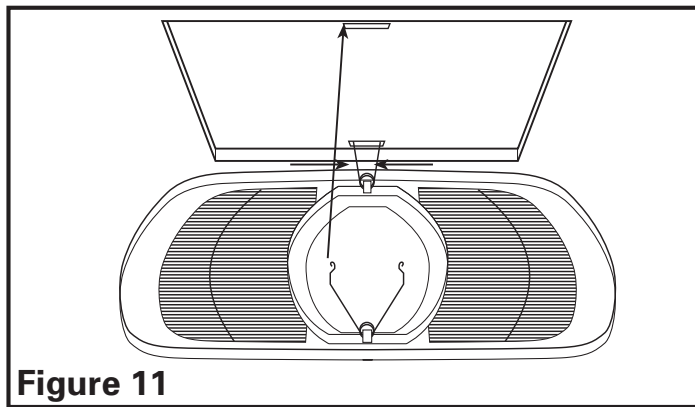

Figure 11
2. Installer la grille en pressant ensemble les deux extrémités des ressorts et en les installant dans les fentes du châssis du ventilateur. Pousser la grille en position (**Figure 11**).